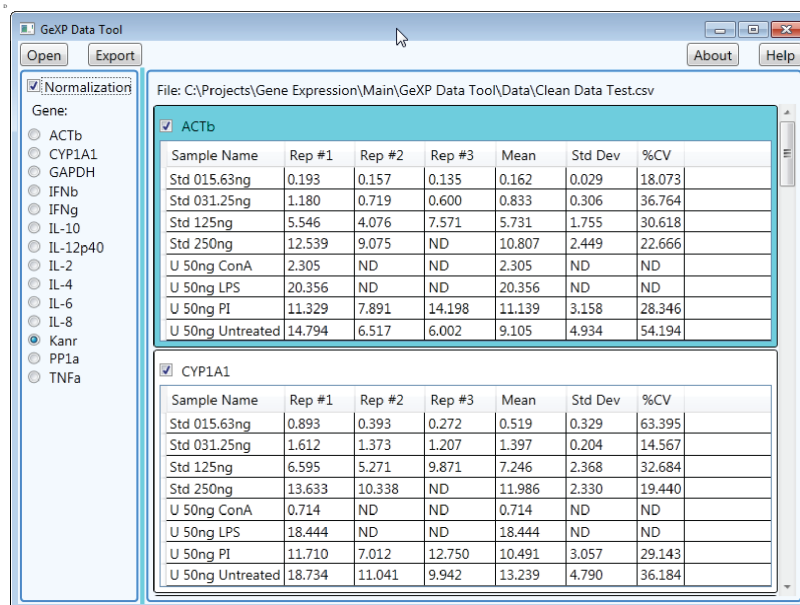

图 7.25 选择校准基因
1. 选中“Normalization”（校准）旁边的复选框。请参见图 7-25。
默认校准基因被定义为 Kanr。示例如图 7.25 所示。